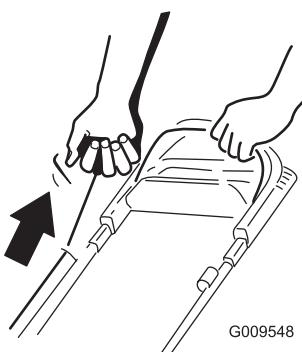

Figura 14
2. Pulse el botón de arranque eléctrico (Figura 13) (modelos de arranque eléctrico solamente) o tire de la cuerda del arrancador de retroceso (Figura 14).
con fuerza (Figura 14). Deje que la cuerda vuelva lentamente al manillar.